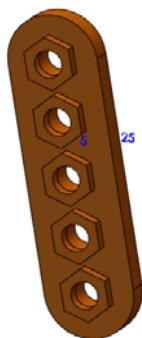
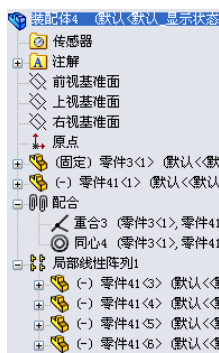

图 11-26 线性阵列
图 11-27 FeatureManager 设计树
(10) 单击  (确定) 按钮, 完成零件的线性阵列。线性阵列后的图形如图 11-26 所示, 此时装配体的 FeatureManager 设计树如图 11-27 所示。
(1) 打开零件图如图 11-26 所示。
(2) 选择菜单栏中的“插入”→“镜像零部件”命令, 系统弹出“镜像零部件”属性管理器。
(3) 在“镜像基准面”列表框中, 选择前视基准面; 在“要镜像的零部件”选项组中, 选择如图 11-26 所示的零件, 如图 11-28 所示。单击  (下一步) 按钮, “镜像零部件”属性管理器如图 11-29 所示。